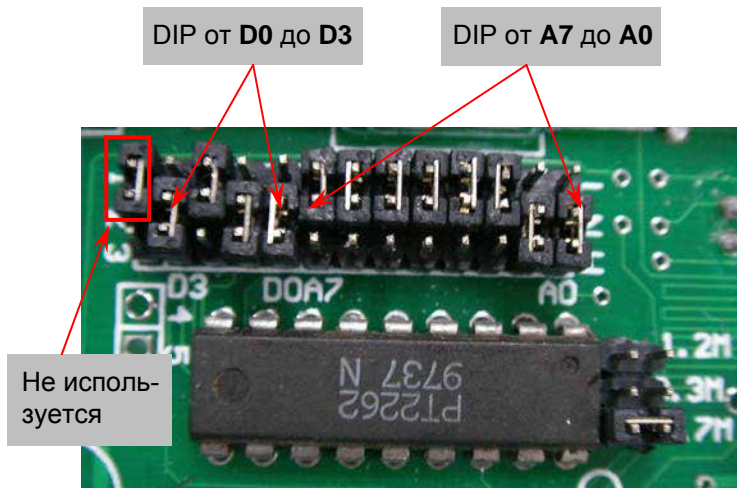

Рис.5 DIP-переключатели датчика окна/двери
1. Откройте корпус датчика используя отвертку с плоским шлицом. Внутри будет длинная линия DIP-переключателей (см. рис.5)